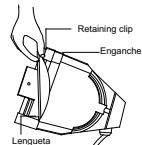

Figura 3
3. Sujete la lente por el borde, y posiciónela con el lado convexo hacia atrás. Figura 3)